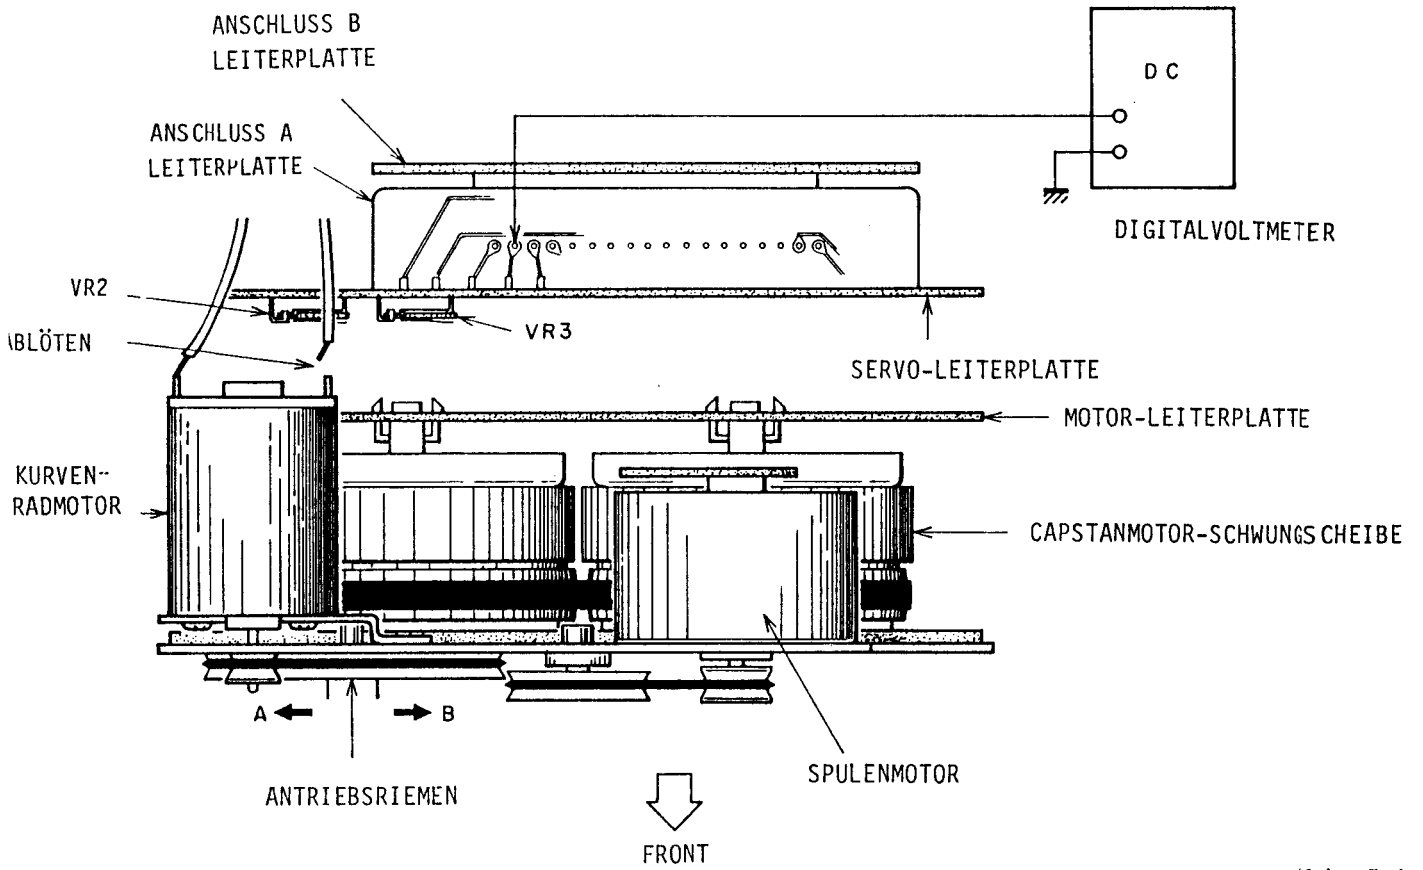
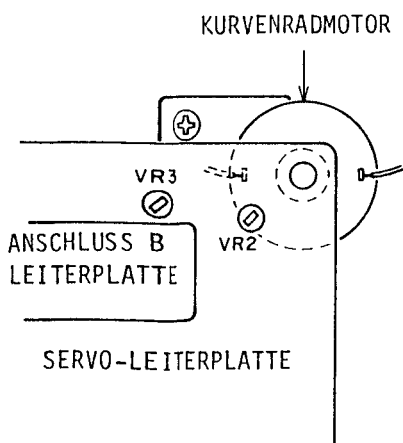

Abb. 5-4
Abb. 5-5
(Siehe Abb. 5-4 bis 5-8)
- 1) ABGLEICH DER NIEDERSPANNUNG (Siehe Abb. 5-4 und Abb. 5-5)
- b. Das Digitalvoltmeter wie in Abb. 5-4 gezeigt anschließen.
- 2) ABGLEICH DER HÖCHSTSPANNUNG (Siehe Abb. 5-4 und Abb. 5-5)
b. VR2 etwas verstellen, so daß in der STOP-Betriebsart die Mitte der Marke (A) mit der Mitte der Marke (B) übereinstimmt (die Spannung in der STOP-Betriebsart beträgt ca. 7,35 V wenn die Versorgungsspannung an ① in Abb. 5-4 9,75 V beträgt).